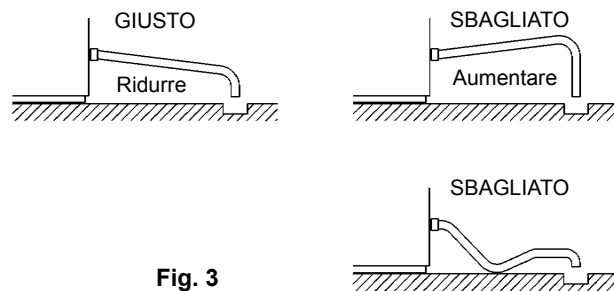

Fig. 3
- \* Per evitare fenomeni di antiriflusso nella vaschetta di desposito, collocare il tubo di uscita come illustrato in Fig. 3.
3) Collegare il flessibile grigio (accessorio) al raccordo R3/4 sulla sinistra della vaschetta di deposito come indicato, accertandosi che la guarnizione di tenuta sia correttamente posizionata. Avvitare quanto basta a evitare perdite. Se necessario, accorciare il tubo in modo da garantire la corretta posizione del canale di scolo (Fig. 3).